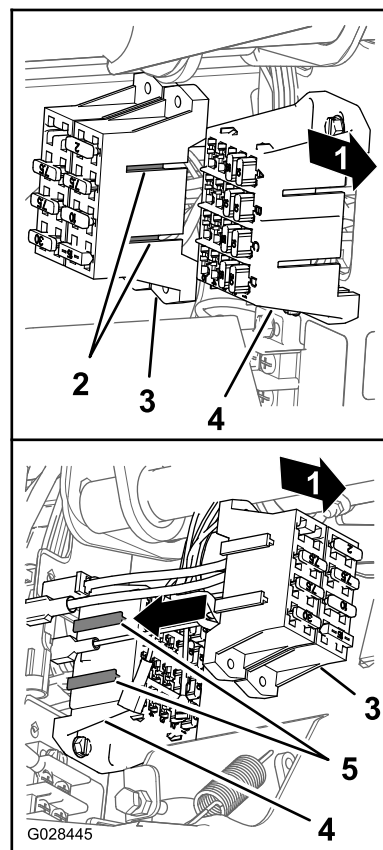

Figura 24
- Aliniați fittingurile în T de pe blocul de siguranțe al pulverizatorului la fantele în T ale blocului de siguranțe al mainii și glisați blocul de siguranțe al pulverizatorului în fante până când blocul de siguranțe este complet așezat (Figura 24).